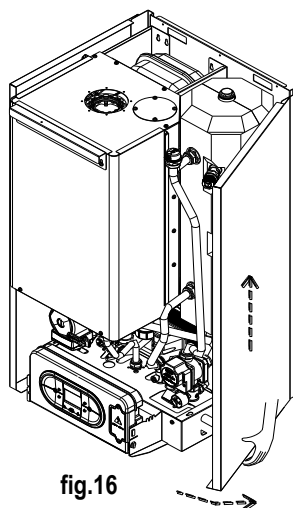
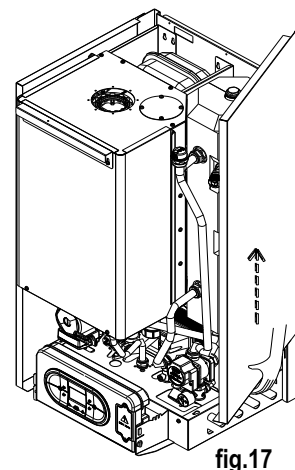

fig.16
fig.17
- Saisir la base du panneau et, après l'avoir déplacé vers le côté (fig.16), le retirer en le levant (fig.17)